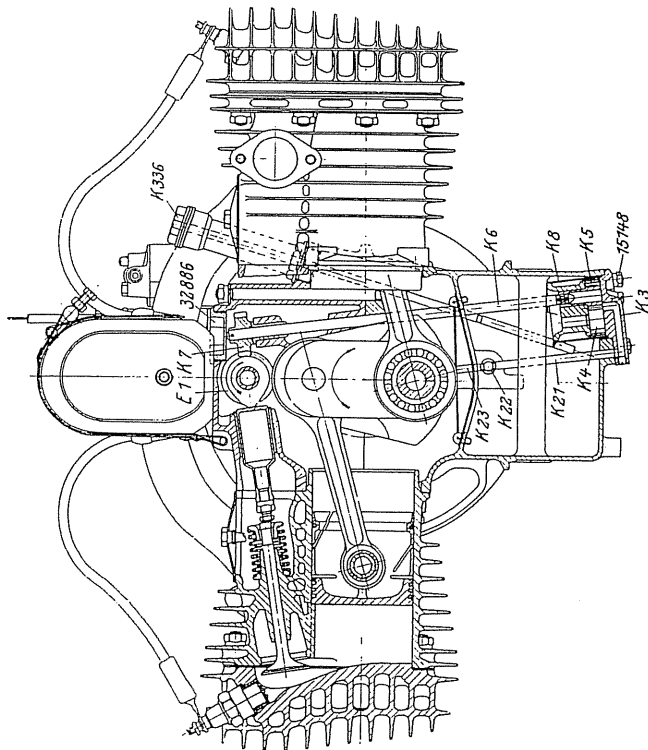

Abb. 10.
9. Schmierung und Ölkontrolle: Die Schmierung erfolgt unter hohem Druck vollkommen selbsttätig wie bei einem neuzeitlichen Kraftwagenmotor, sodaß ausreichende Ölversorgung auch bei höchster Beanspruchung sichergestellt ist. Eine im Motorgehäuse unterteil eingebaute Zahnradpumpe (Abb. 10) saugt durch einen Selher K 8 das Öl durch die Tätigkeit der beiden Zahnräder K 5 und K 4 an, von denen das erstere mittels einer Welle K 6 und Schneckenrad K 7 von der auf der Steuerwelle E 1 sitzenden Schnecke angetrieben wird. Das Öl wird durch eine Bohrung im Deckel K 3 in das Steigrohr K 21 gedrückt und gelangt in das Ölverteilungsrohr K 22 und von hieraus durch die senkrechten Ölrohre K 23 und die kalibrierten Oldüsen K 24, zu den Kurbelwellenlagern. Durch die hohlgebohrten Zapfen wird das Öl mittels Ölkanälen sämtlichen Lagerstellen zugeführt. Die Schmierung der Kolben und Kolbenbolzen erfolgt durch das von der Kurbelwelle gegen die Zylinderwandungen geschleuderte Öl.